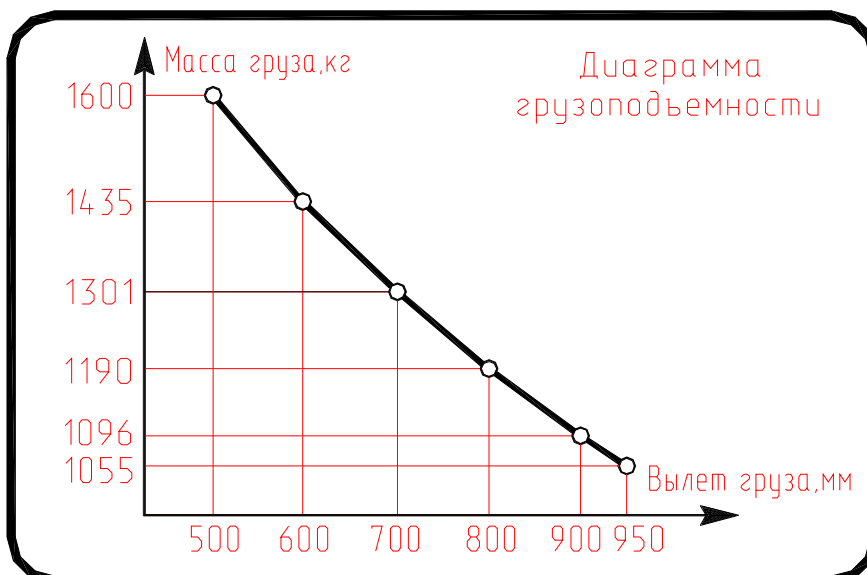

Рис. 3 Диаграмма грузоподъемности
2.6.3. При работе не допускать подъема и транспортирования грузов, масса которых превышает допустимую величину. Допустимая масса груза на вилочном подхвате в зависимости от положения его центра масс и высоты подъема груза указана в табличке в кабине водителя погрузчика и диаграмме грузоподъемности (рис.3).